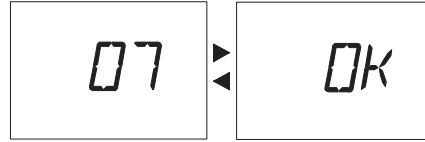

Рис. 15
10 Через 5 секунд после ввода желаемого значения **выбранной мощности** произойдет автоматическое сохранение настройки, после чего на ЖК-дисплее отобразится надпись **OK** (Рис. 15) в качестве подтверждения сохранения.
- 14 Через 5 секунд после ввода желаемого значения **выбранной мощности** произойдет автоматическое сохранение настройки, после чего на ЖК-дисплее отобразится надпись **OK** (Рис. 15) в качестве подтверждения сохранения.